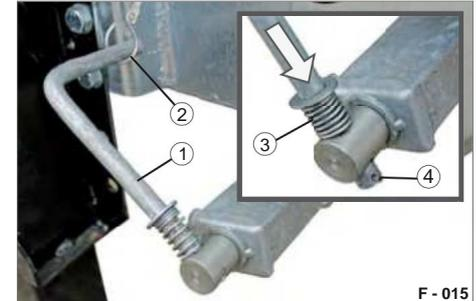

Fig. 17 Freno di stazionamento del mandrino fissato
ÿ Premere la manovella (Fig. 17/1) contro la molla di compressione (Fig. 17/3).
ÿ Ruotare contemporaneamente la manovella (Fig. 17/1) in modo che il perno (Fig. 17/4) si innesti in posizione.
ÿ Far scorrere il gancio della sicura fune di fissaggio (Fig. 17/2) sopra la manovella.
- ÿ Sganciare il gancio (Fig. 17/2) dalla manovella (Fig. 18/1).